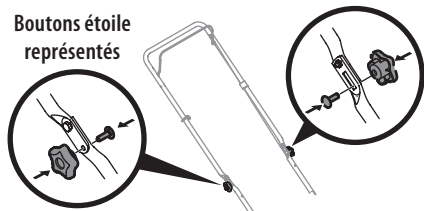

Figure 5
7. Remplacez les boutons étoile ou les écrous papillon et les boulons de carrosserie retirés à l'étape 2 dans les trous de la partie inférieure du guidon (Figure 5).